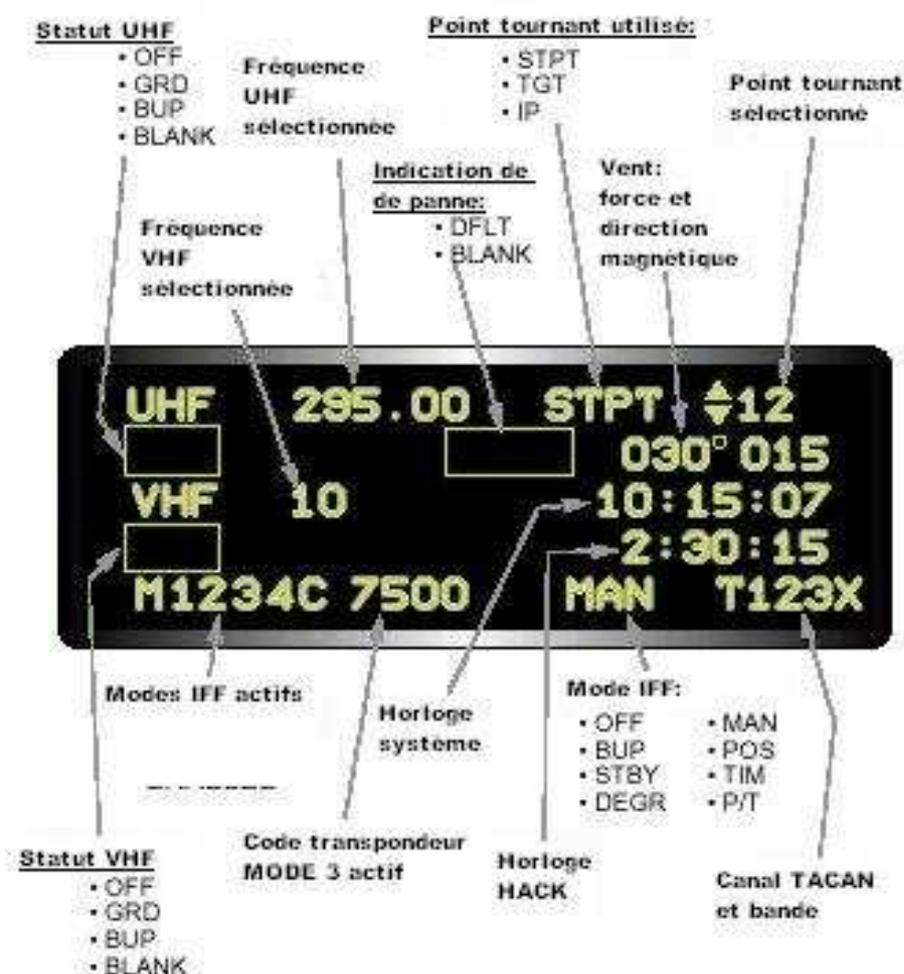

figure 1-46
Des affichages pour l'UHF, le TACAN et l'IFF montre le mot BACKUP quand le bouton CNI est sur BACKUP. Le mot GUARD apparaît sur les pages UHF et VHF quand garde est sélectionnée. Voir figure 1-46.
La page CNI (figure 1-46) affiche les données concernant l'UHF (COM 1), la VHF (COM 2), les points tournants, l'IFF et le système temps. La page CNI affiche ses données sur 5 lignes.
s'affichera. A coté du label du point de passage se trouve le numéro du point de passage actuel. Sur la figure 1-46, la 1^e ligne affiche l'UHF (mode normal), le canal UHF présélectionné choisi (10), une zone vide au milieu (utilisation normale de l'UHF) et le point de passage sélectionné (STPT 5).
La 3^e ligne affiche les modes IFF sélectionnés. M qui signifie Mode est toujours affiché ; 1, 2, 3 ou 4 sont affichés en fonction du mode correspondant sélectionné. Quand le mode 4 est interrogé, le 4 est surligné. La figure 1-46 montre les modes IFF 1, 3, C et 4 sélectionnés.
La 4^e ligne affiche la fonction VHF (COMM 2), le mode, le canal présélectionné, le statut radio et le statut IFF. Le coté gauche de la 4^e ligne affiche toujours le label VHF du mode radio. Quand le bouton de transmission UHF VHF est sur UHF, le label VHF est surligné. A coté du label VHF se trouve le canal VHF présélectionné, si l'un est sélectionné. Comme l'indicateur de canal présélectionné UHF de la ligne 1, l'indicateur de canal présélectionné VHF est vide si une fréquence manuelle est rentrée. Le milieu de la ligne 4 indique le statut de la radio VHF. Le statut de la radio VHF est affiché exactement comme le statut radio UHF sauf que BUP (BACKUP) ne peut être affiché puisqu'il n'y a pas de radio VHF de secours. Une zone vide indique une utilisation normale. OFF indique que l'alimentation est coupée et GRD indique que GUARD a été sélectionné. Le coté droit de la ligne 4 affiche les informations sur le statut de l'IFF. Une zone vide indique une utilisation normale. OFF indique que l'alimentation est coupée. Quand STANDBY ou BACKUP est sélectionné, STBY ou BUP s'affichera. Sur la figure 1-46, la ligne 4 montre VHF (mode normal), le canal VHF présélectionné (12) et la radio normale et le statut de l'IFF.